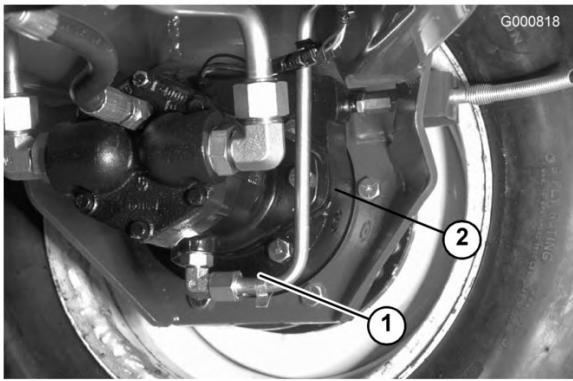

図 55
3. ブレーキ・ハウジングの下にある両方のプラグを外してオイルを抜く（図 55）。